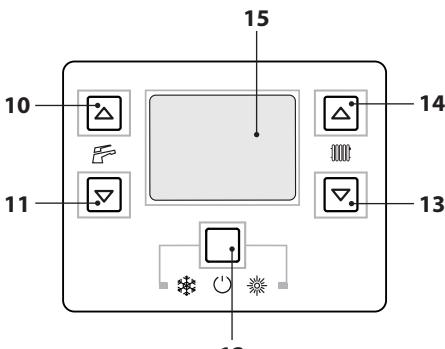

Рисунок 2.3
- Нажать и удерживать в течение 2 секунд кнопку 12, пока на дисплее не появятся символы и (Рисунок 2.3).